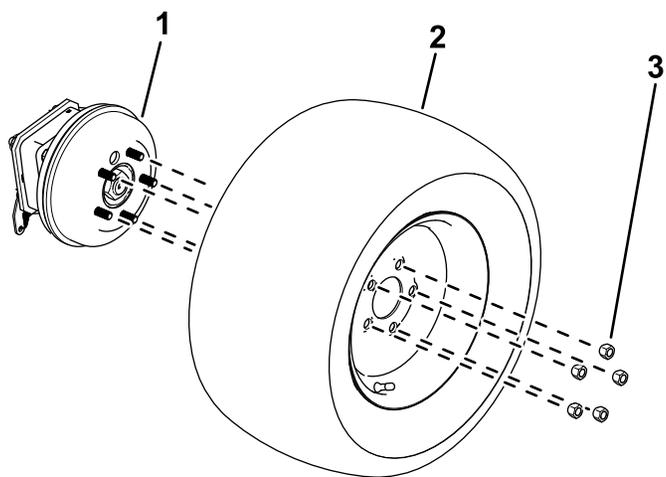

图 12
1. 松开并取下车轮螺母 图 12。
2. 从轮毂卸下车轮 图 12。
1. 用之前卸下的车轮螺母将轮胎固定到轮毂上图 12。